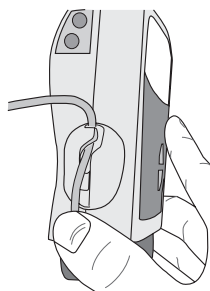

図2
- ・親指でセンサ下側のチューブを押さえ、チューブを溝に沿って嚙ませながら引っ掛けます（図2）。